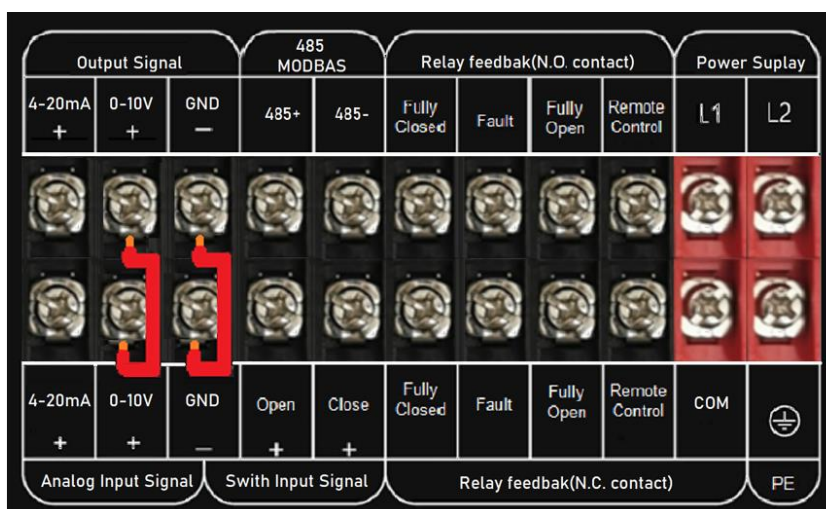

Рис. 4
3. Для входного интерфейса 0-10V или 10-0V и интерфейса обратной связи 0-10V применяем короткое замыкание на приводе с помощью проводов, как показано на рис. 4. Если индикатор  на дисплее исчезает, то это означает, что привод имеет сигнал обратной связи 0-10V или 10-0V.